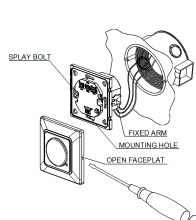

Figure 2
- Si vous voulez l'installer dans un trou circulaire, mettez-le dans le trou et serrez le boulon à embrasure présent sur les bords (référez-vous à la figure 2). Si vous voulez l'installer dans un trou carré, mettez-le dans le trou et serrez la vis à travers le trou de montage (référez-vous à la figure 3).